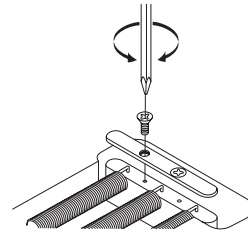

Fig.24
* The EDGE-PRO tremolo uses a block lock mechanism to fasten the tremolo springs to the block. Before you change the number of springs or the way in which they are installed, use a Philips (+) screwdriver to remove the block lock (Fig.24).
* Die Federn des Edge-Pro Tremolo werden durch eine Sicherungsleiste an ihrem Block gehalten. Entfernen Sie mit einem Kreuzschlitzschraubendreher die Schrauben der Leiste (Abbildung 24).
* Le vibrato EDGE-PRO est équipé d'un mécanisme de verrouillage du bloc assurant la fixation des ressorts au bloc. Avant de changer le nombre de ressorts ou la façon dont ces derniers sont installés, retirez le mécanisme de verrouillage du bloc à l'aide d'un tournevis cruciforme (Fig. 24).
* El trémolo EDGE-PRO utiliza un mecanismo de bloqueo del bloque para ajustar los muelles del trémolo en el bloque. Antes de cambiar el número de muelles o la forma en que éstos están instalados, utilice un destornillador Philips (+) para extraer el bloqueo del bloque (Fig.24).
* Il ponte tremolo EDGE-PRO utilizza una barra di bloccaggio delle molle per fissare le molle del tremolo al blocco ponte. Prima di cambiare il numero delle molle o il modo in cui esse sono montate, togliere la barra di bloccaggio (fig. 24) con un cacciavite a testa Philips (+).
* EDGE-PROトレモロにはトレモロスプリングをブロックに固定するブロック・ロック機構が採用されています。スプリングの取り付け方やスプリングの数を考える場合には、あらかじめ(+)ドライバーでブロック・ロックを取り外して下さい。(Fig.24)